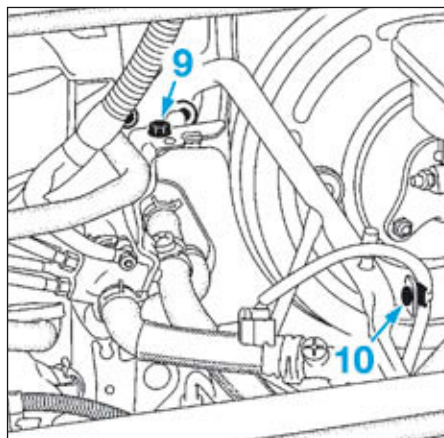

FIG.42
- Déposer la vis (9) du boîtier thermoplongeurs (Fig.42).
- Dégrafer le câblage du débitmètre d'air en (10).